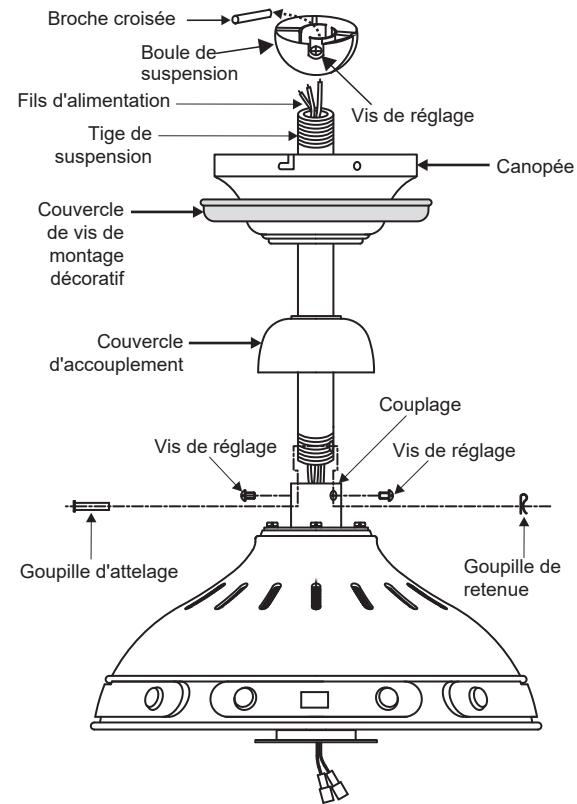

Fig. 6
**Étape 1.** Retirez la boule de suspension de l'assemblage de la tige descendante en desserrant la vis de réglage, en retirant la goupille transversale et en faisant glisser la boule de la tige. (Fig. 6)
**Étape 2.** Desserrez les deux vis de réglage et retirez la goupille d'attelage et le clip de fixation de l'accouplement situé au-dessus de l'ensemble du moteur. (Fig. 6)
Ensuite, replacez la goupille d'attelage et le clip de retenue. Serrer les deux vis de pression. (Fig. 6)
Enfilez la boule de suspension sur la tige, insérez la goupille transversale dans la tige et serrez. Serrez maintenant la vis de pression. (Fig. 6)